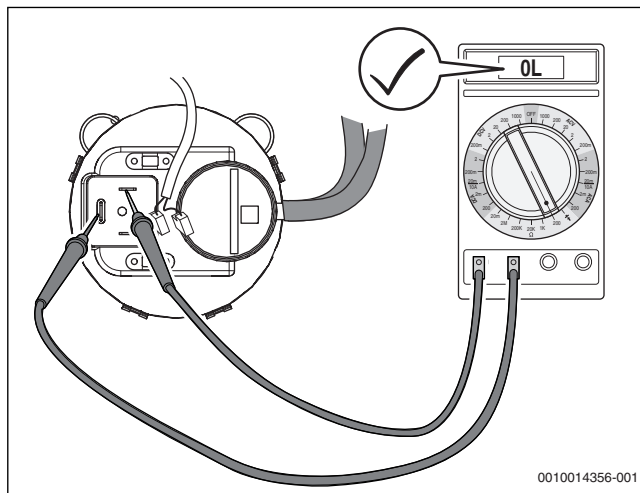

Рис. 69 Проверка проводимости дифференциального реле давления (реле в порядке)
- ▶ Отсоедините электрические провода на дифференциальном реле давления и измерьте сопротивление на контактах (→ рис. 69).